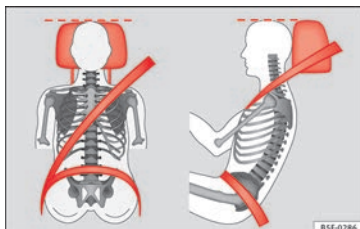

Abb. 86 Richtig eingestellte Kopfstütze von vorne und seitlich betrachtet.
- Stellen Sie die Kopfstützen so ein, dass sich die Oberkante der Kopfstütze möglichst auf einer Linie mit dem oberen Teil des Kopfes, jedoch nicht niedriger als Augenhöhe befindet » **Abb. 86.**